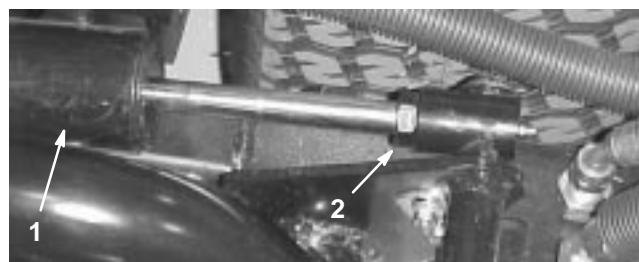

Bild 14
- Starten Sie den Motor, heben die Schneidwerke an und kontrollieren, ob der Abstand zwischen dem Abnutzungsband an der Oberseite der hinteren Schneidwerk-Abnutzungsleiste und der Stoßstangenbefestigung zwischen 0,51 und 2,54 mm liegt (Bild 13). Justieren Sie den hinteren Zylinder, bis sich der richtige Abstand ergibt, wenn der Abstand davon abweicht. Senken Sie zum Einstellen des Zylinders die Schneidwerke ab und drehen die Klemmmutter am Zylinder zurück (Bild 14). Halten Sie die Zylinderstange mit einer Zange und einem Lappen nahe an der Mutter und drehen die Stange. Heben Sie die Schneidwerke an und prüfen den Abstand nach. Wiederholen Sie diesen Vorgang nach Bedarf. Ziehen Sie nun die Klemmmutter am Lastbügel fest.